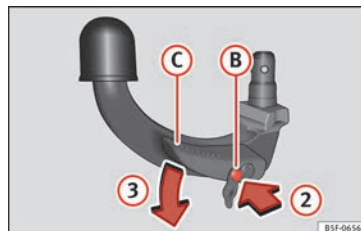

Fig. 221 Passo 2
- Pressione o perno de desbloqueio ⑨ no sentido da seta ② e, ao mesmo tempo, pressione a alavanca ③ no sentido da seta ③ até ao limite »» **Fig. 221.**